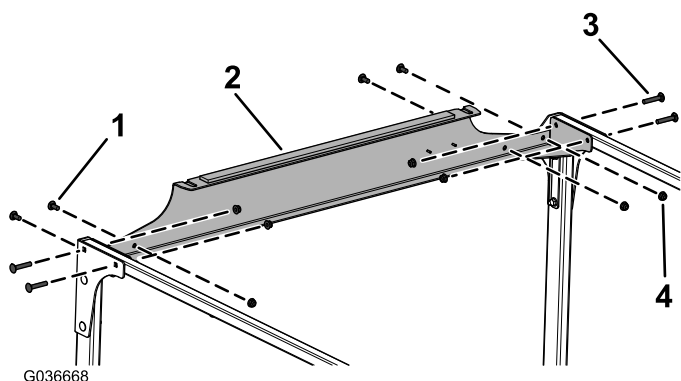

图10
9. 如图10所示, 用 4 个托架螺栓 (5/16 x 1-3/4 英寸) 和 8 个凸缘螺母 (5/16 英寸) 将后交联管安装到交联管和后安装板上。